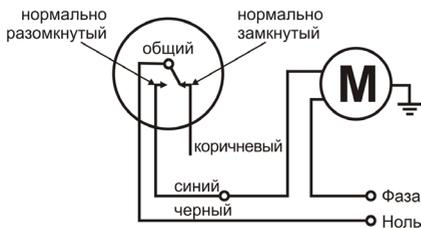
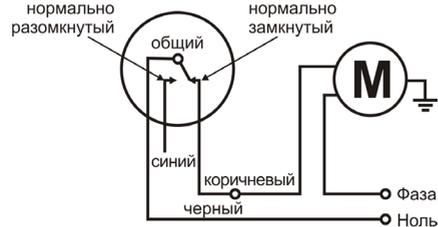

Рис. 2 – Схема подключения на режим наполнения
Рис. 4 – Схема подключения на режим осушения
- 1.3. Подключите кабель поплавок-ного выключателя к электронасосу согласно нужной схеме подключения (рис. 2 или рис. 4)
- 2.1. Подключите синий провод поплавок-ного выключателя к электронасосу, а черный – к нулю, как показано на рис. 2.
3.1. Подключите коричневый провод поплавкового выключателя к электронасосу, а черный – к нулю, как показано на рис. 4.